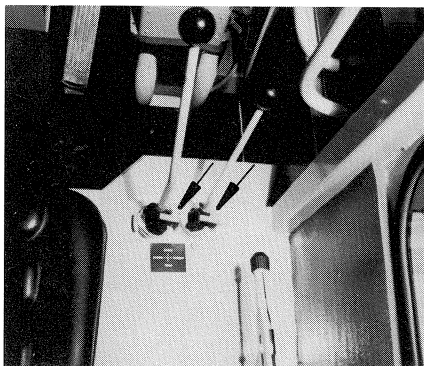

Bild 10
- Beide Bedienhebel im Fahrerstand mittels der Arretierungen blockieren (Bild 10/Pfeile).